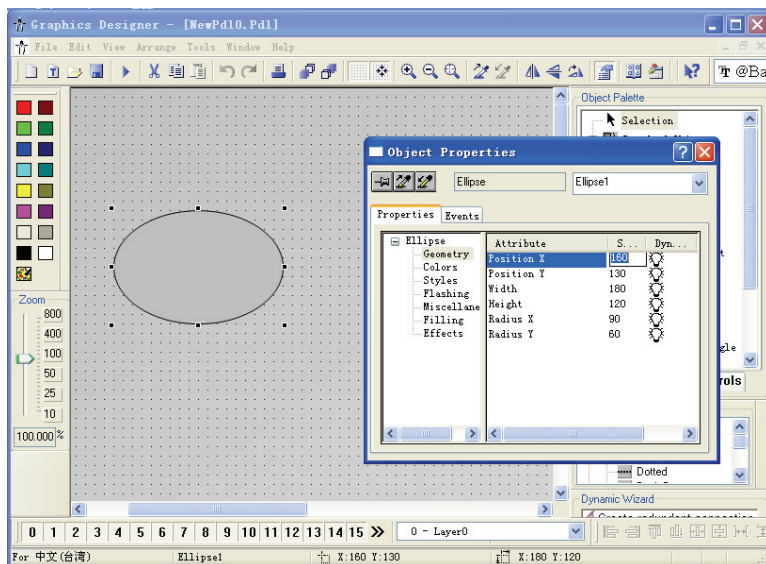

图 6-16 改变静态属性示例
1) 选中椭圆，单击鼠标右键，弹出快捷菜单，单击“Properties”命令，弹出“Object Properties”对话框，如图 6-16 所示。